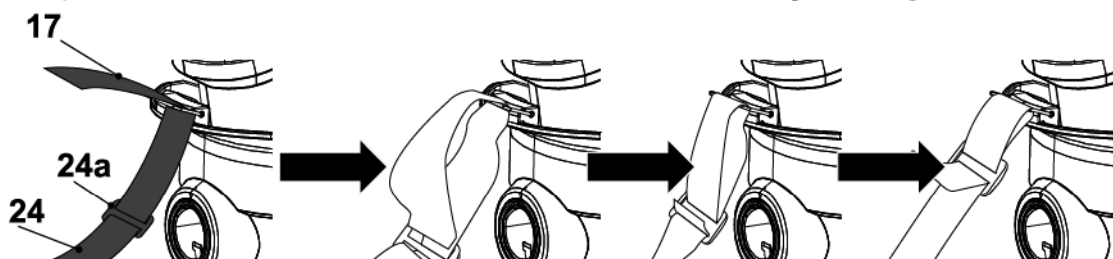

Fig. 10
- > Envolve ambas as extremidades da alça (24) de volta sobre si mesmos e fixar usando os clips da alça (24a). Pode encontrar uma imagem aproximada de como montar as extremidades da alça na Fig. 10.